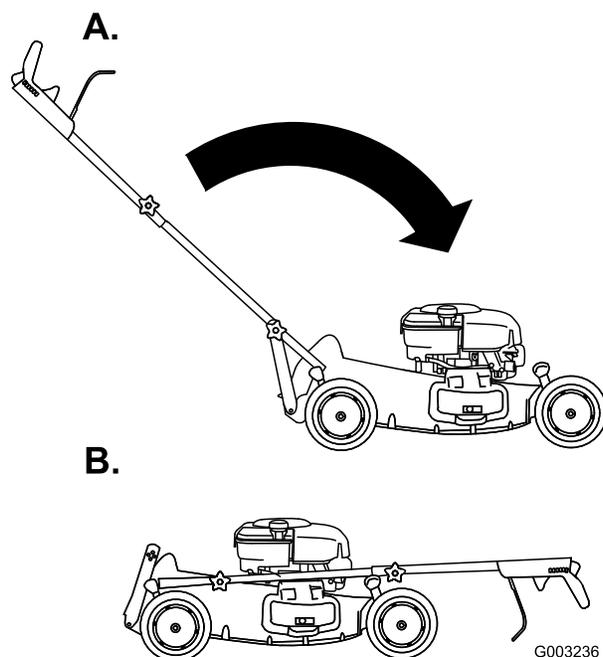

Figure 44
3. Pliez la partie supérieure du guidon en avant (Figure 44).